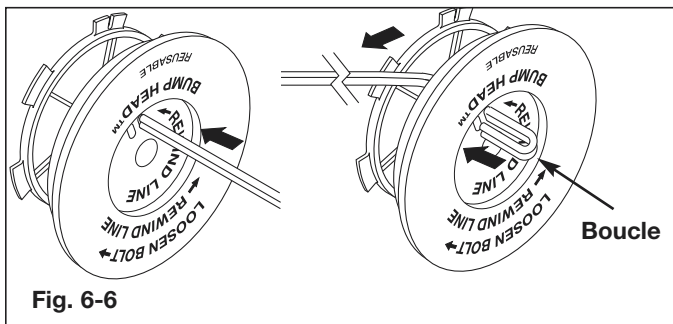

Fig. 6-6
8. Découpez environ 4,6 m (15 pi) de fil neuf. Insérez une extrémité de fil dans l'un des deux trous du moulinet intérieur (Fig. 6-6). Tirez le fil jusqu'à ne laisser que 10 cm (4 po) environ.
9. Insérez l'extrémité du fil dans le trou ouvert du moulinet et tirez sur le fil pour que la boucle soit le plus petit possible (Fig. 6-6).